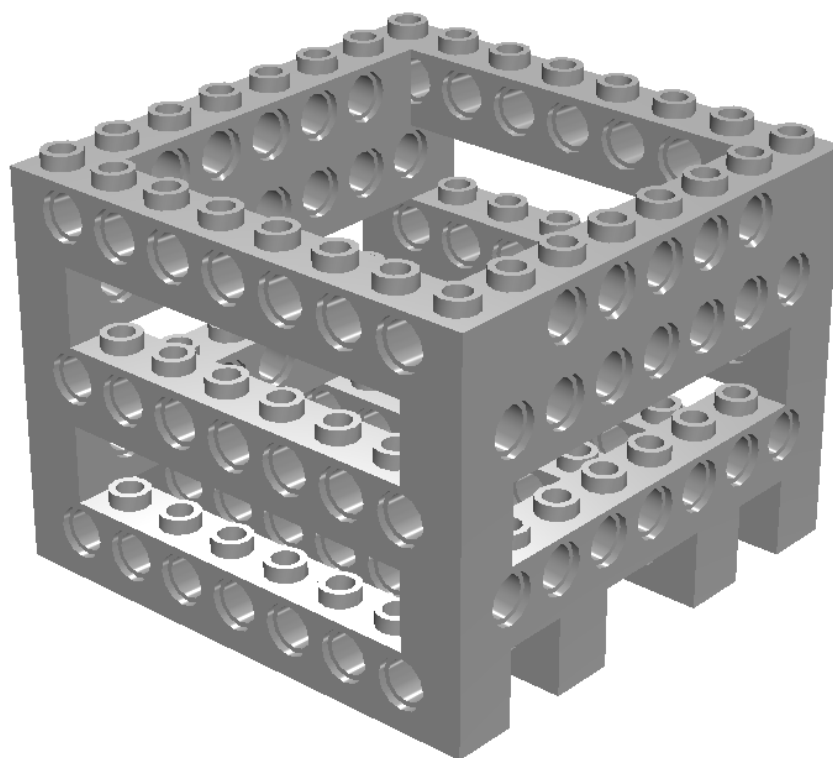

Рис. 4. Корзина для яйца.
1.3. Яйцо находится в специальной "корзине" собранной из ЛЕГО-балок: 12 балок 1x8 + 2 балки 1x6. (см. Рис. 4 - Корзина)
2. Перед стартом максимальный размер робота с корзиной, но без яйца, равен 350 x 350 x 350 мм (см. Рис.4 – Корзина)